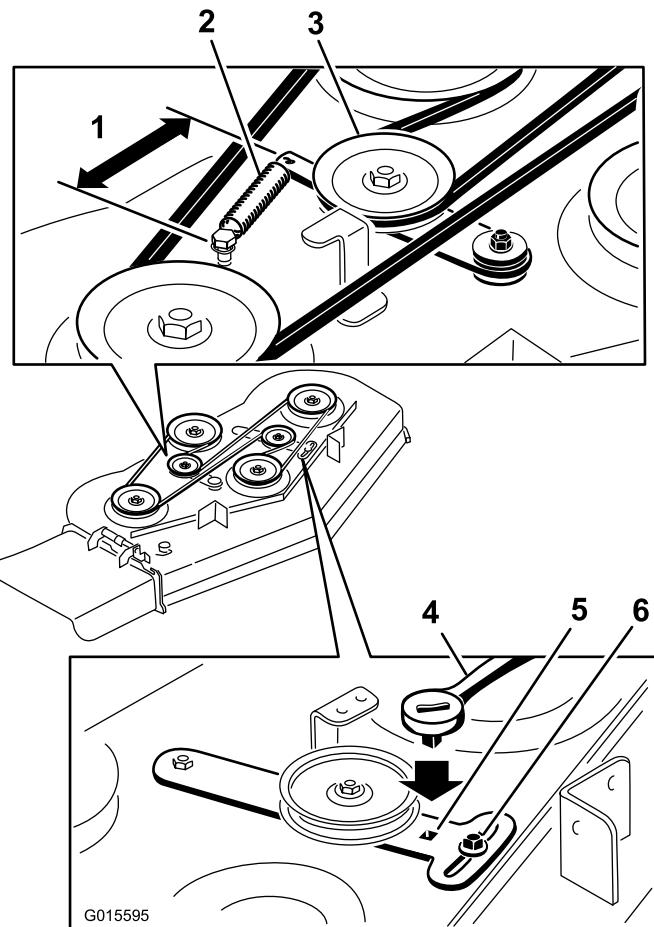

図 65
5. ベルトを取り外す（図 65）。
6. デッキ・プーリとクラッチ・プーリに新しいベルトを掛け回す（図 65）。
7. アイドラー・アームにラチェットを差し込んでアイドラー・プーリを締め付け、スプリングの長さ（フックからフックまで）を 165 mm とする（図 65）。